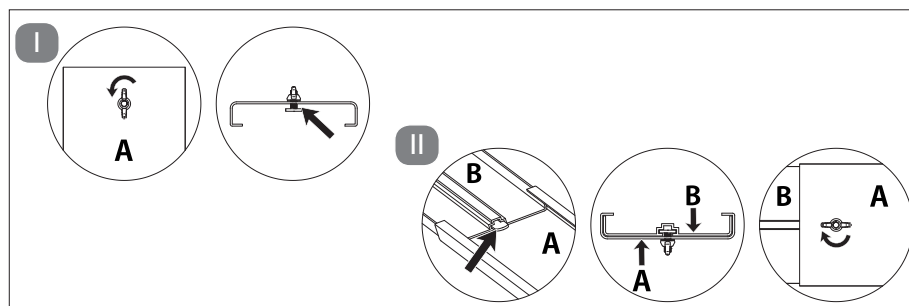

Fig. 14 – Adapte el tamaño del kit para ventanas
- ▶ Afloje la tuerca de mariposa hasta que quede espacio suficiente entre la parte A del kit para ventanas y la corredera (**ver fig. 14, paso I**).
Ajuste el kit para ventanas al tamaño deseado juntando o separando el kit y vuelva a apretar la tuerca de mariposa (**ver fig. 14, paso II**).